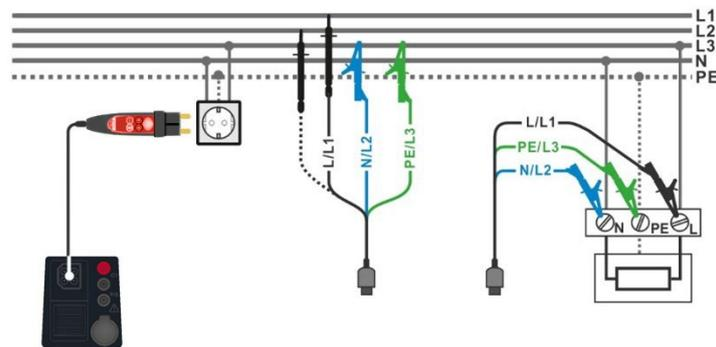

Abbildung 7.37: Messung der Leitungsimpedanz zwischen L-N oder L-L. Anschluss des Commander-Prüfsteckers und der 3-Leiter-Prüfleitung
- › Schließen Sie die 3-Leiter-Prüfleitung oder den Commander-Prüfstecker am Prüfobjekt an, siehe **Abbildung 7.37**.